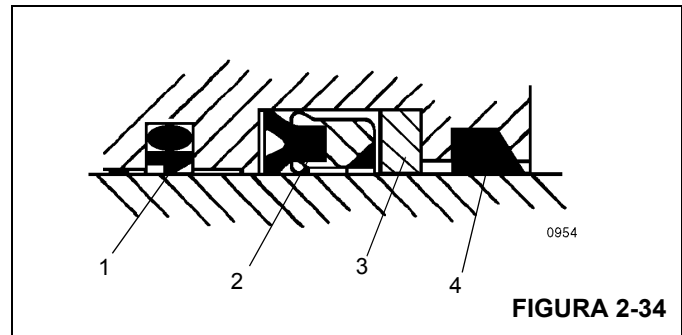

FIGURA 2-34
4. Instale os anéis de desgaste de reposição, a vedação amortecedora e a vedação da haste em Z alta na parte interna da cabeça. Verifique se o entalhe da vedação amortecedora está mais próximo da vedação da haste em Z profunda Figura 2-34. Verifique se a ranhura do aro da vedação da haste em Z profunda está mais próxima da vedação amortecedora.